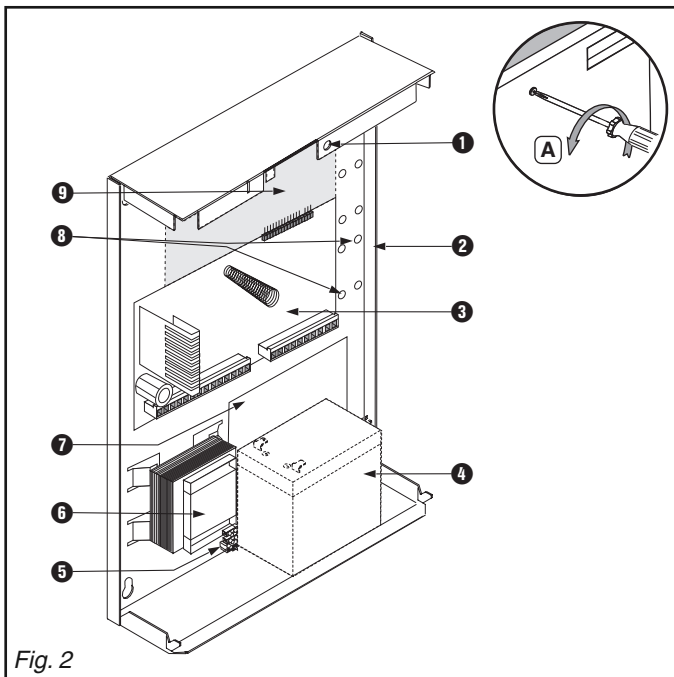

Fig. 2
3.1 Ouverture du boîtier (fig. 2)
- Dévisser la vis du couvercle (A).
3.2 Composants du produit (fig. 2)
- ① Vis du couvercle,
- ② Boîtier,
- ③ Carte mère SM 120,
- ④ Emplacement de la batterie (option),
- ⑤ Raccordement secteur avec fusible,
- ⑥ Transformateur secteur SMU 21,
- ⑦ Entrée de câble,
- ⑧ Trous de fixation pour modules optionnels,
- ⑨ Module de transmission (option).